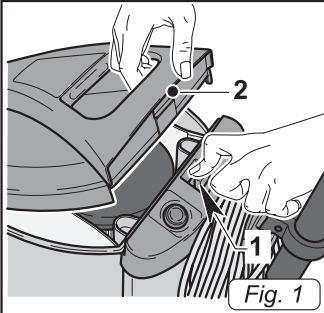

Fig. 1
- Spostare la levetta (1 Fig. 1) e rimuovere il coperchio (2 Fig. 1).